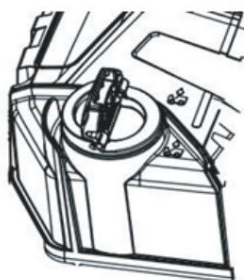

Fig 11
- Brug aldrig brugt eller genbrugt olie for at undgå funktionsfejl. Smøreproblemer forårsaget af brug af forkert olie vil ugyldiggøre garantien. (Fig. 11).